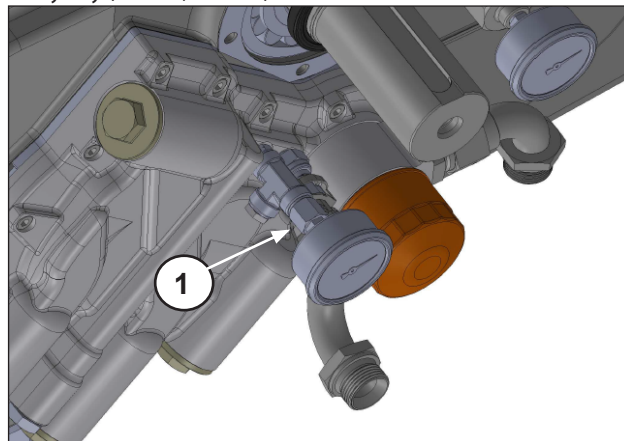

Рис. 14
Отвинтите и снимите манометр, ниппель, штуцеры и заглушку (поз. ①, Рис. 14).